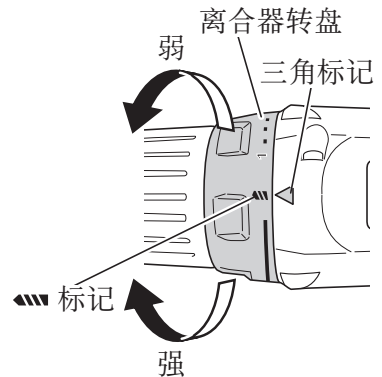
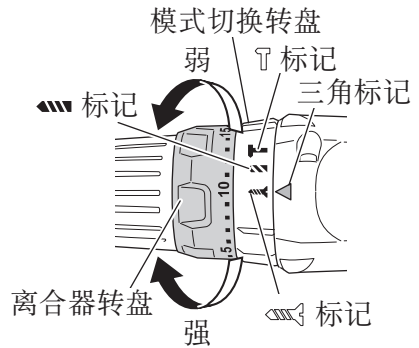

图 12
图 15
6. 确认离合器转盘的位置 (请参照图 12)
(2) 旋紧转矩的指示（请参照第 15 页的图 12 和第 16 页的图 15）
(3) 调节旋紧转矩（请参照第 15 页的图 12 和第 16 页的图 15）